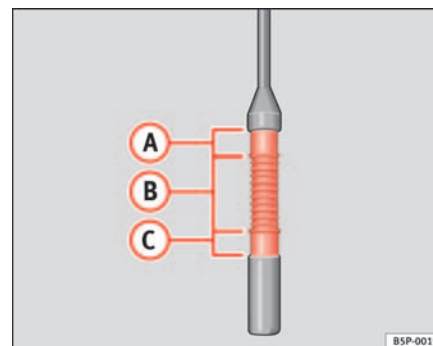

Fig. 161 Varilla de medición del nivel de aceite.
- Vuelva a extraer la varilla de medición y compruebe el nivel de aceite que indica el extremo inferior de la varilla de medición ⇒ página 225, fig. 161.
Si el nivel se encuentra en la zona ⇒ página 225, fig. 161 (A), no se debe añadir aceite.